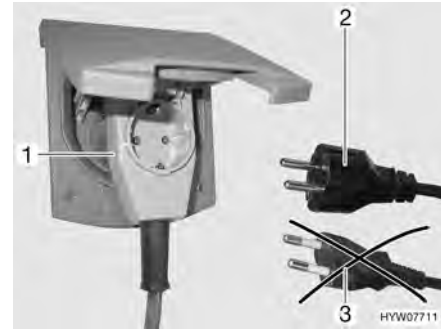

Fig. 137 Conexión a un conector con salida lateral del cable con caja de enchufe
- ▶ Al utilizar un acoplamiento acodado CEE 17, con caja de enchufe incorporada en el lado trasero (Fig. 137,1), emplear únicamente un conector IP 44 de goma impermeable, con contacto protector (Fig. 137,2). No utilizar conector sin contacto protector (Fig. 137,3). ¡Peligro de electrocución!